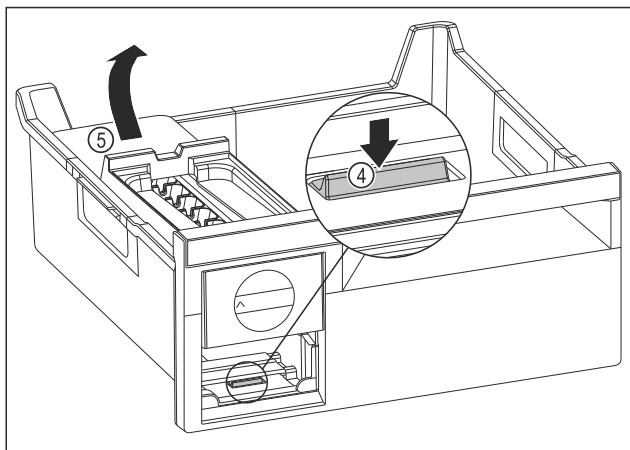

Fig. 188
- Udtagning af EasyTwist-Ice-legemet: Tryk lasken Fig. 188 (4) ned med fingeren, og løft samtidigt EasyTwist-Ice-legemet Fig. 188 (5) med den anden hånd.